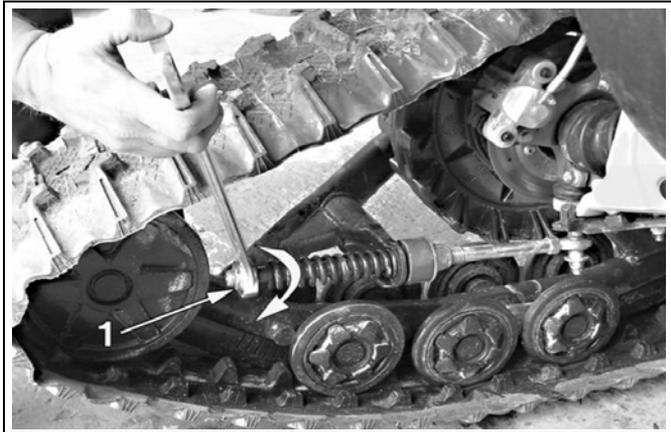
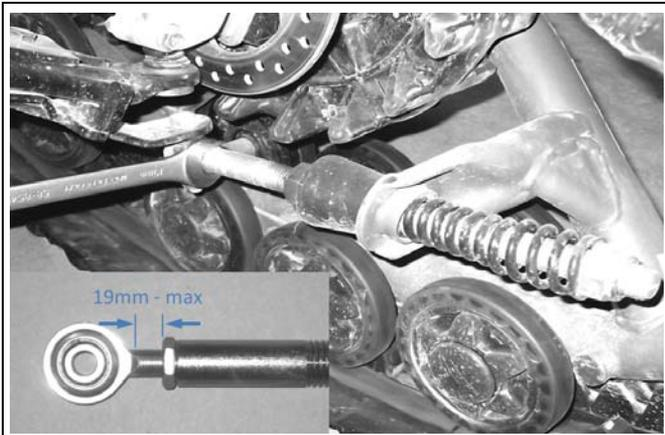

Abbildung 6
Abbildung 7
- Drehen Sie Mutter (1) bis diese die Feder berührt, dann drücken Sie die Feder zusammen, indem Sie diese Mutter 1,5 Drehungen drehen (siehe Abbildung 6).
HINWEIS: In einigen seltenen Fällen, wenn die Mutter (Teil 1 in Abbildung 6) zum Zusammendrücken der Feder durch Einstellungen das Ende der Gewindestange erreicht hat, verlängern Sie die Baugruppe, indem Sie die Gegenmutter (Teil 3 in Abbildung 7) lösen und den Stangenkopf soweit heraus-schrauben, dass max. 19 mm des Gewindes sichtbar sind. Achten Sie darauf, dass Sie die Gegenmutter nach der Montage wieder gut festziehen.